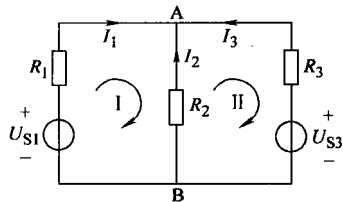

图 1-4 例 1-1 电路
【例 1-1】 已知电路如图 1-4 所示, $R_1 = 2\Omega$, $R_2 = 6\Omega$, $R_3 = 4\Omega$, $U_{S1} = 20V$, $U_{S3} = 26V$, 试求支路电流 I_1 、 I_2 、 I_3 。
解: (1) 设定回路 I 和回路 II 的绕行方向, 如图 1-4 所示。
(2) 列出回路 KVL 方程: